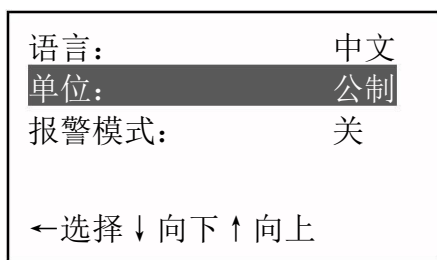
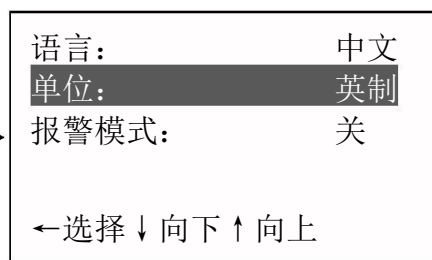

图 26
图 27
- 按  $\uparrow$  或  $\downarrow$  键选择单位，按  $\leftarrow$  键循环显示公制和英制，（如图 26 和图 27）：